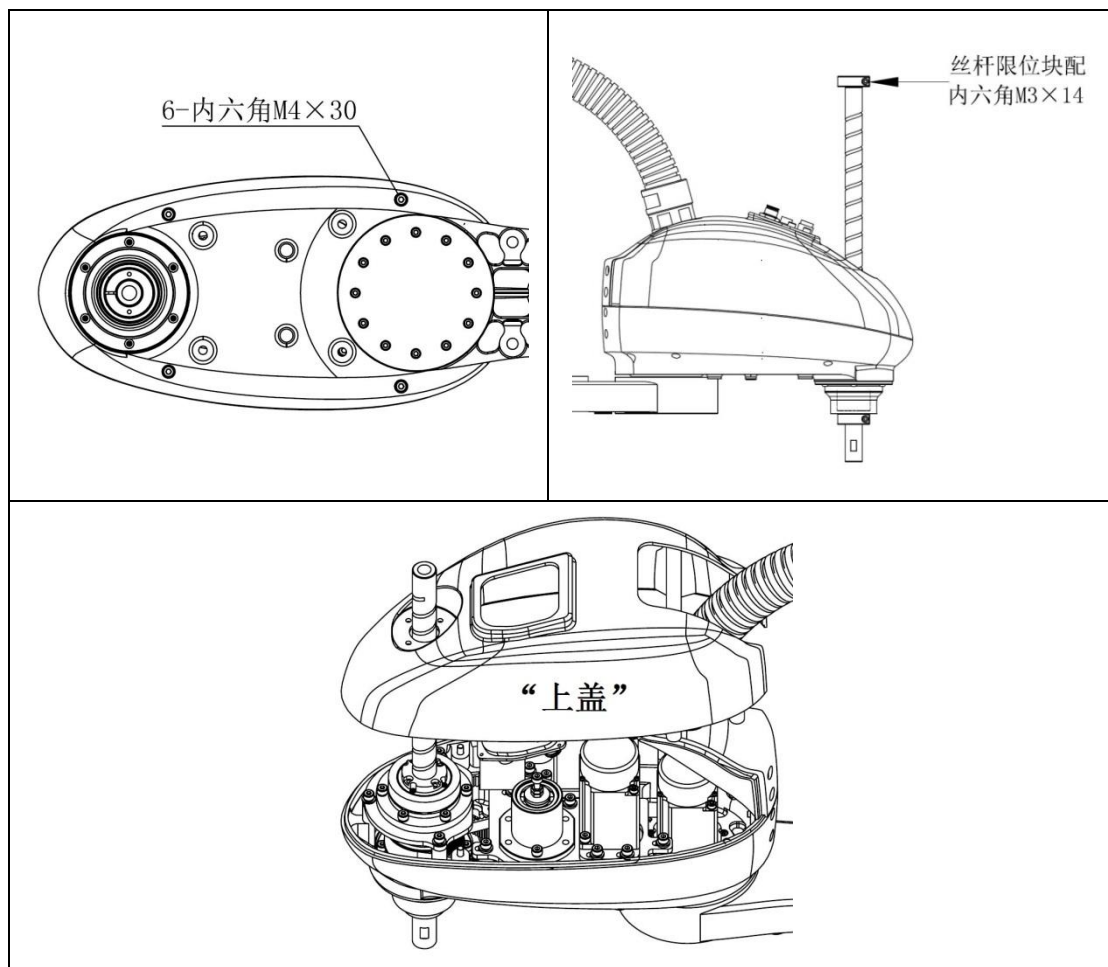

图 5.5 拆盖示意图
- 2) 用内六角扳手拆下固定于丝杆上端机械限位块的螺丝内六角 M3×14、固定小臂外壳的螺丝 6-内六角 M4×30，拆开小臂的上盖，参考图 5.5。继而将固定于丝杆上端机械限位块重新锁回，防止丝杆轴与旋转螺母、升降螺母脱离。